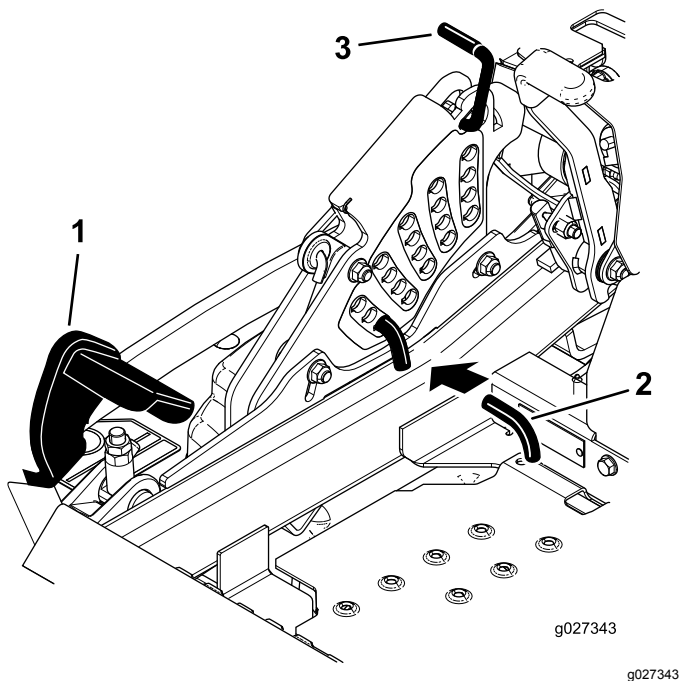

Figura 26
2. Empurre o pedal de elevação da plataforma com o pé e suba a plataforma de corte até à posição de transporte (bem como a posição da altura de corte de 140 mm) como mostra a Figura 26.
3. Para ajustar, rode o pino 90 graus e remova o pino do suporte da altura de corte (Figura 26).
4. Selecione um orifício, no suporte da altura de corte, que corresponda à altura de corte desejada e insira o pino (Figura 26).